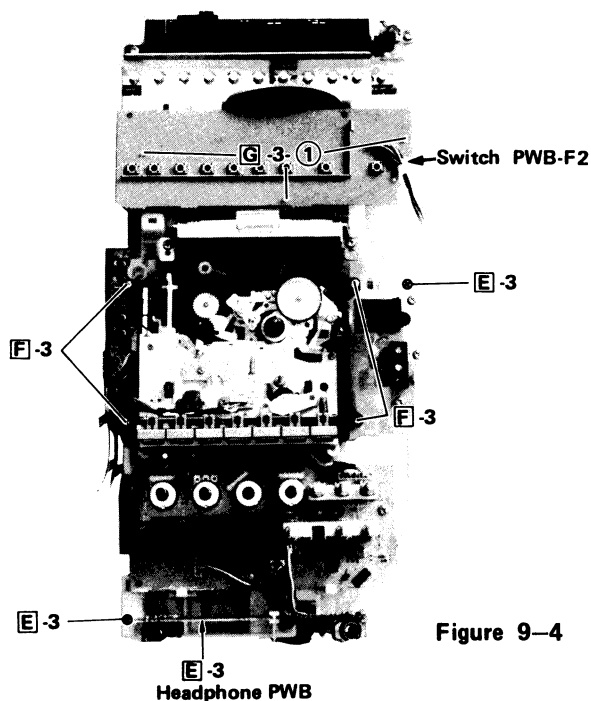

Figure 9-4
3. Detach the headphone P.W.B. from the frame and remove two screws from the frame. Then take the frame out. See Fig. 9-4.
3. Remove four screws from the tape mechanism and a counter belt shown in Fig. 9-4 and take the tape mechanism off.
3. Die Kopfhörer-Leiterplatte vom Rahmen abnehmen und die zwei Schrauben vom Rahmen entfernen. Dann kann der Rahmen abgenommen werden. Siehe Abbildung 9-4.
3. Die vier Schrauben vom Cassettenmechanismus und den Zählwerkriemen gemäß der Abbildung 9-4 entfernen, wonach der Cassettenmechanismus abgenommen werden kann.
3. Détacher la plaquette de montage imprimé de casque de la charpente et retirer les deux vis de la charpente. Puis enlever ce dernier. Voir la Fig. 9-4.
3. Enlever les quatre vis du mécanisme de la bande et la courroie du compteur indiquée dans la Fig. 9-4, et retirer le mécanisme de la bande.
- ① Remove three holders from the frame and take the switch P.W.B. out. See Fig. 9-4.
- ① Die drei Halter vom Rahmen entfernen und die Schalter-Leiterplatte abnehmen. Siehe Abbildung 9-4.
- ① Retirer les trois supports de la charpente et enlever la P.M.I. du commutateur. Voir la Fig. 9-4.